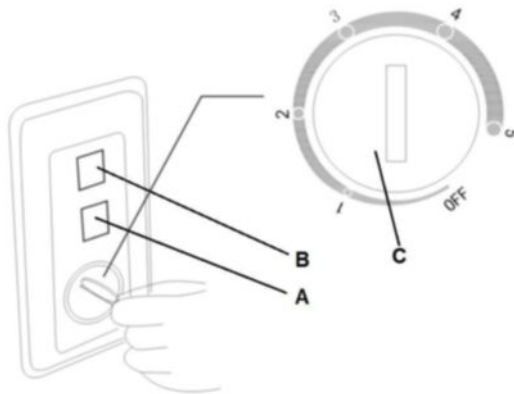

fig. 2
La diode de contrôle verte (fig.2:A) s'allume lorsque la fiche de l'appareil est introduite dans la prise murale. Cette diode s'éteint uniquement en cas de panne de courant (p. ex. rupture de courant).
Le thermostat (fig. 2:C) règle la température souhaitée dans l'appareil. Le bouton du thermostat (7 positions)
- Lorsque vous mettez l'appareil en service **pour la première fois**, allumez le commutateur de congélation (fig. 2:A).